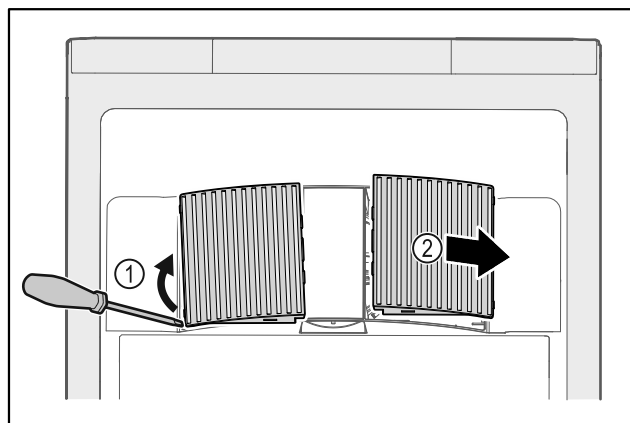

Fig. 46
- ▶ Lirk forsigtigt ventilatorafdækningerne ud fra siden Fig. 46 (1), og tag dem af forfra Fig. 46 (2).